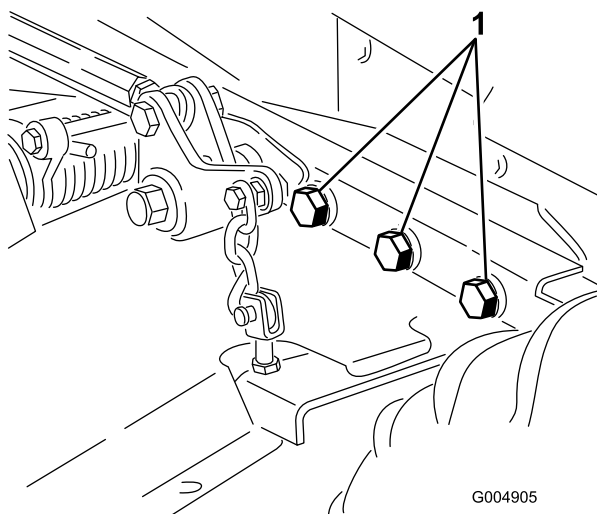

Figura 80
4. Verifique todos os dispositivos de fixação para ver se estão soltos e aperte-os conforme necessário. Aperte especialmente os 6 parafusos que prendem a estrutura da plataforma do cortador à unidade de tracção (Figura 80) com 359 Nm.